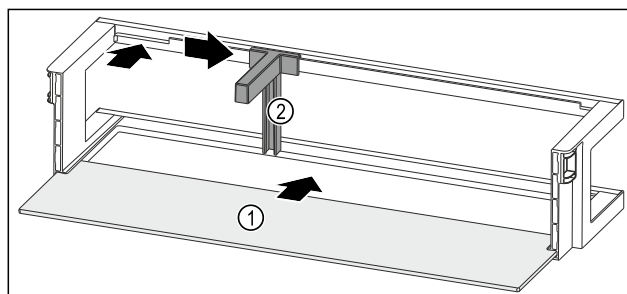

Fig. 67 Riiuliga ukseriulid
- Lükake riiul Fig. 67 (1) külgmistesse väljalõigetesse.
- Pange pudeliholdik Fig. 67 (2) väljalõikesse.
- Lükake pudeliholdikut Fig. 67 (2) soovitud positsioonini küljele.